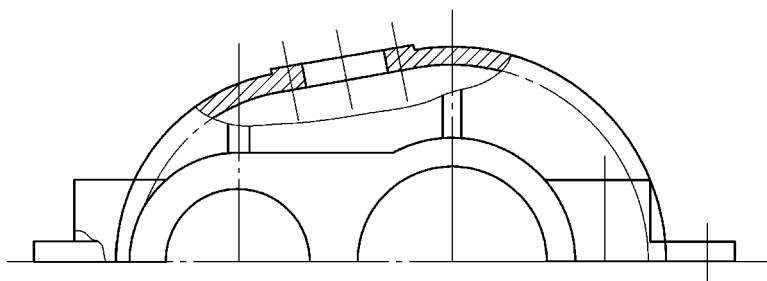

图 11-61 绘制剖面线
10) 切换至剖面线层, 绘制剖面线, 如图 11-61 所示。